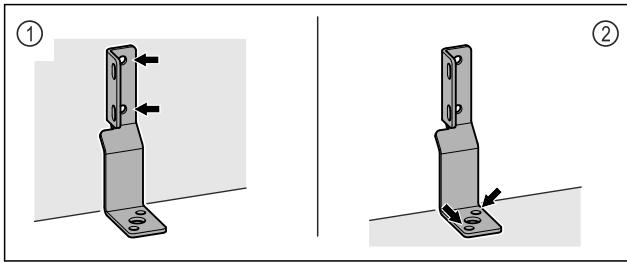

Fig. 45
- Hoek aan de wand Fig. 45 (1) of vloer Fig. 45 (2) bevestigen.